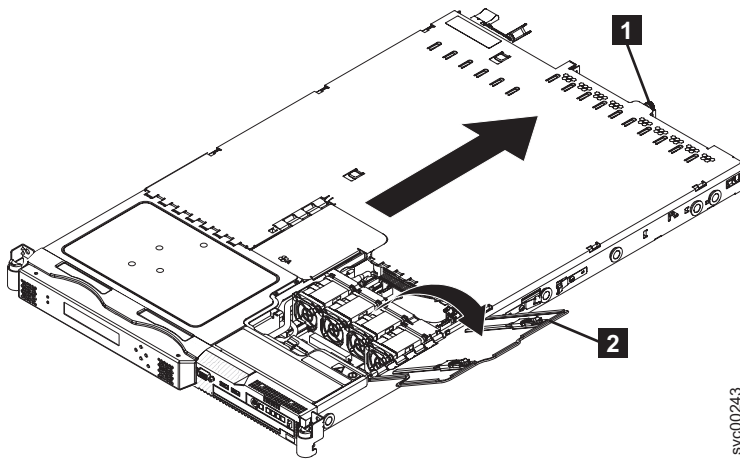

図 66. ファン・ドアを開いた状態の SAN ボリューム・コントローラー 2145-8G4
2. SAN ボリューム・コントローラー 2145-8G4 の背面でカバーを固定しているつまみねじ (92 ページの図 66 の **1**) を緩めます。